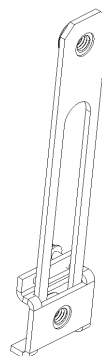

FIGURE 3
- Placez l'appareil contre le poteau. Ajustez le plateau-écrou (voir la figure 3) selon l'espacement des trous désiré, puis serrez la vis de pression sur le plateau.